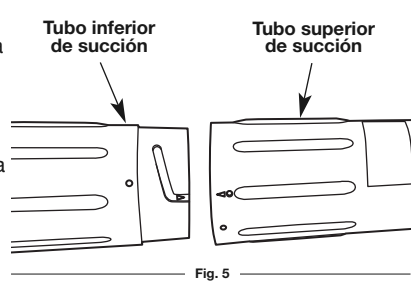

Fig. 5
5. Alinee la flecha del tubo inferior de succión con la flecha del tubo superior de succión (Fig. 5).